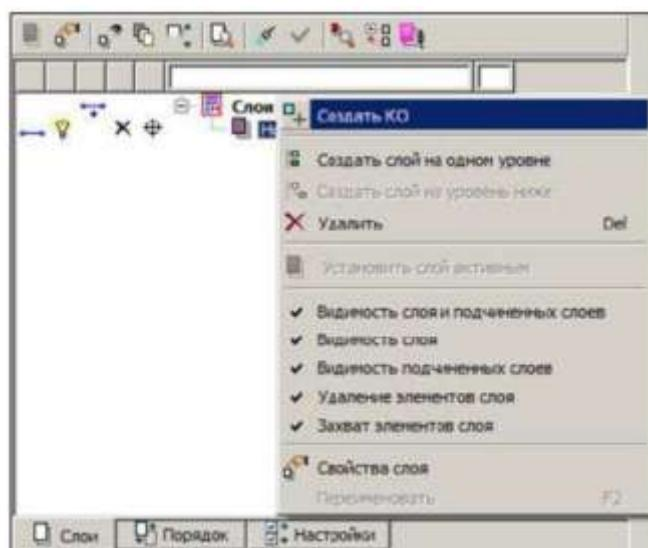

Рисунок 14 – Графическое окно «Вид работ»
- В окне **Слои** выберите курсором слой *Новый участок* и активизируйте команду **Создать КО** из контекстного меню (рис. 14).